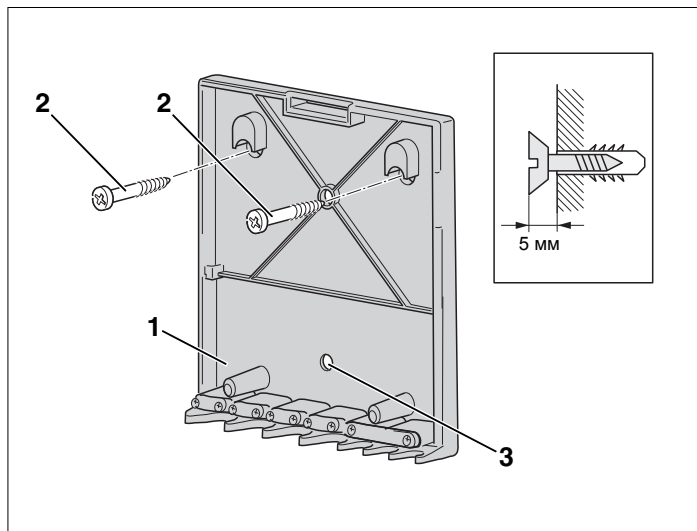

Рис. 9 Установка настенного кронштейна
- Наметить расположение отверстий для настенного кронштейна (Рис. 9, **поз. 1**).
- Просверлить отверстия согласно их расположению на кронштейне (Рис. 9, **поз. 1**) (\varnothing 6 мм).
- Вставить дюбели в отверстия и закрутить входящие в поставку винты (Рис. 9, **поз. 2**) до их выступа 5 мм.
- Установить настенный кронштейн (Рис. 9, **поз. 1**) и затянуть винты. Если требуется, то зафиксируйте кронштейн (Рис. 9, **поз. 1**) винтом в дополнительном отверстии (Рис. 9, **поз. 3**).